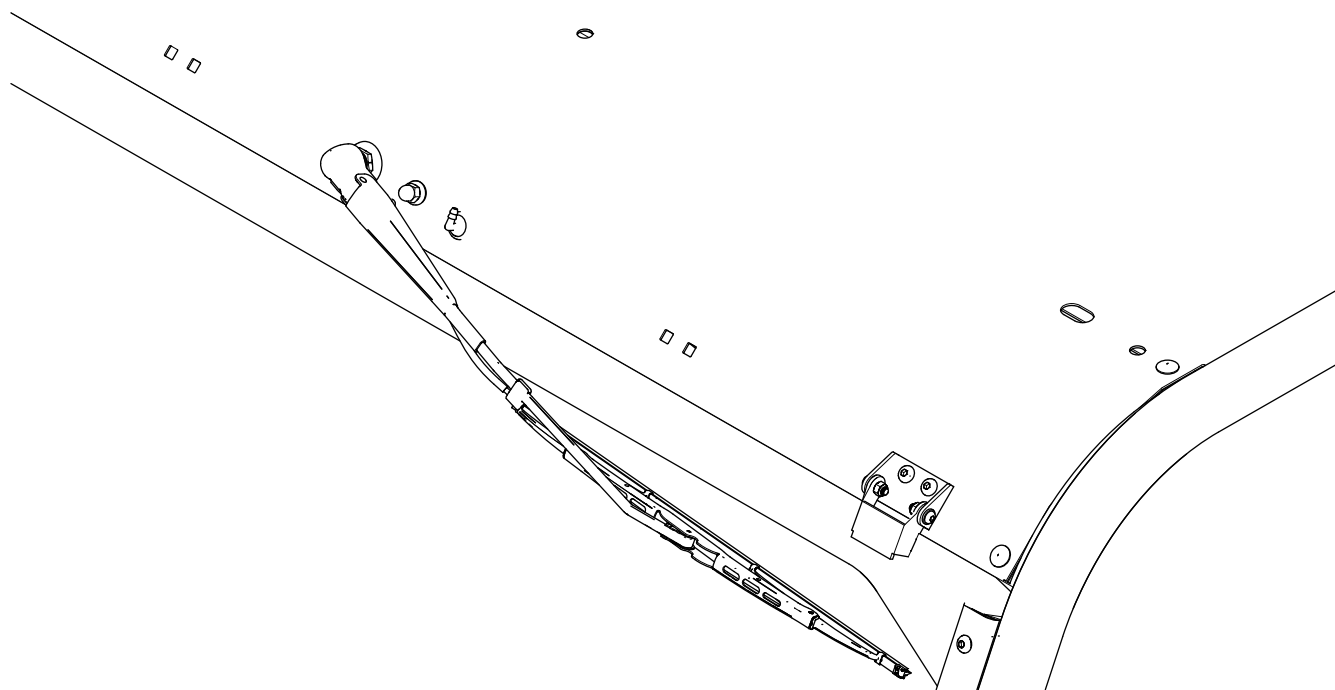

Рисунок 11
4. Установите щетку на крюк рычага стеклоочистителя (Рисунок 11).